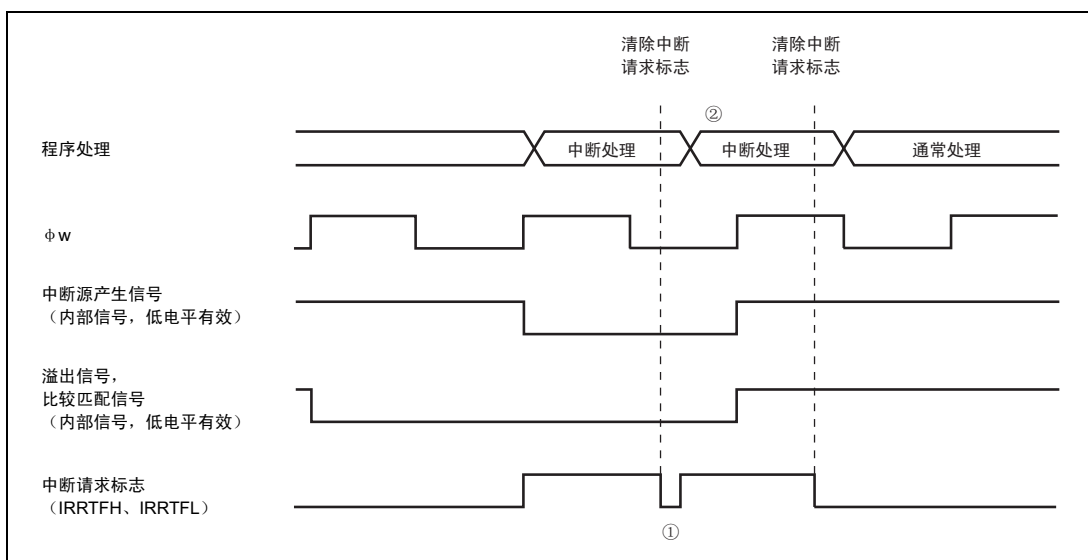

图 9.7 在中断源产生信号的有效时间内，进行中断请求标志清除的情况
在作为内部时钟选择 $\phi_w/4$ 时，由于“中断源产生信号”由 ϕ_w 控制，因此以 ϕ_w 宽度输出此信号。另外，由于“溢出信号”和“比较匹配信号”由 2 个 ϕ_w 周期信号控制，因此以 2 个 ϕ_w 周期宽度输出这些信号（图 9.7）。
对于激活（高速、中速）模式，在“中断源产生信号”的有效期间，即使清除中断请求标志，也立即被再一次置位（图 9.7-①）。
由于即使清除中断请求标志，又立即被置位，因此对于定时器 FH、定时器 FL 的 1 次中断，可能会被进行多次的中断处理（图 9.7-②）。